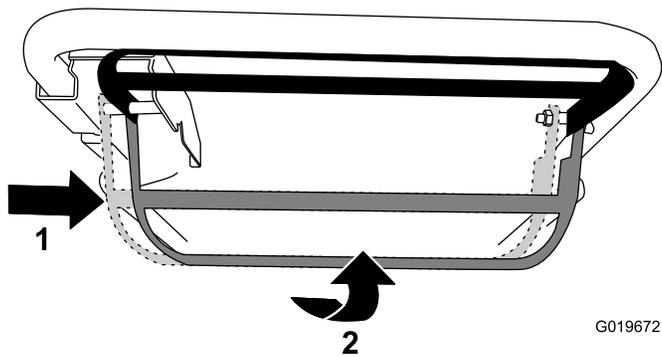

Figura 15
- Para engranar la transmisión autopropulsada y activar la cuchilla, mueva la barra de control a la derecha hasta que haga tope y levántela hasta el manillar (Figura 15).